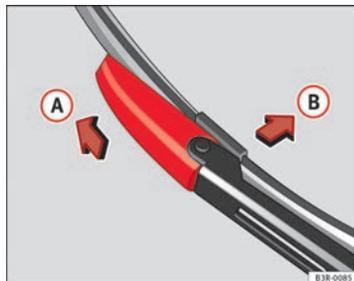

Fig. 175 Extraer la escobilla
- Desplace el elemento de bloqueo de la escobilla en la dirección de la flecha ⇒ fig. 175 (A). Aguante al mismo tiempo la escobilla.
- Saque la escobilla (B) del alojamiento del brazo del limpiaparabrisas.